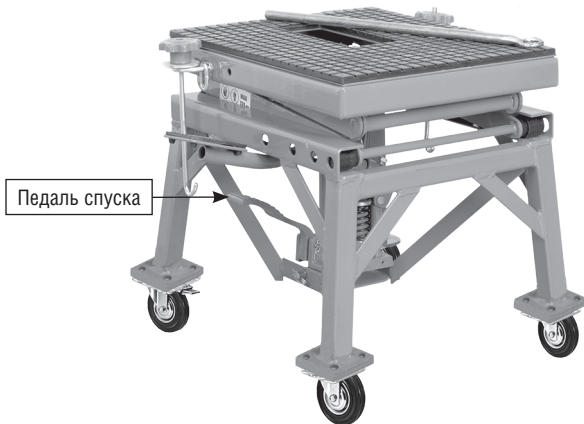

Рисунок 7 – Педаль спуска
7. После завершения обслуживания мотоцикла проверьте пространство вокруг подъемника и под ним, чтобы убедиться в отсутствии посторонних предметов, удалите фиксатор из рамы, а затем плавно нажмите на спускную педаль (рис. 7), чтобы аккуратно опустить платформу подъемника.